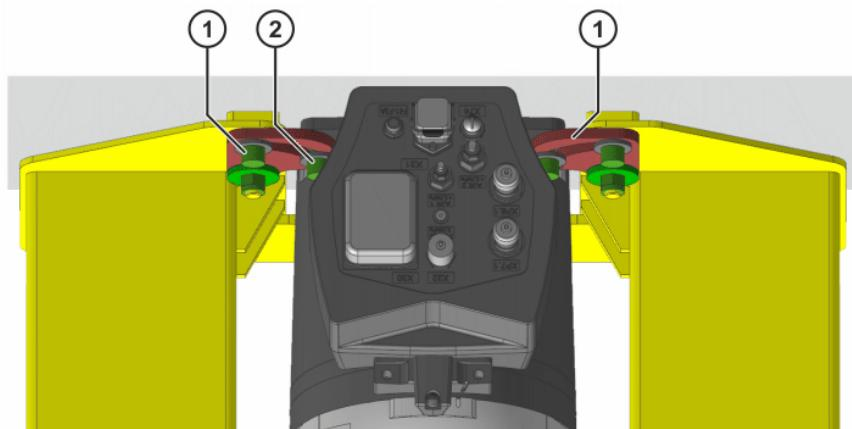

Abb. 11-8: Schwenkhalter positionieren und befestigen
15. Schwenkhalter auf Grundgestell positionieren (>> Abb. 11-8).